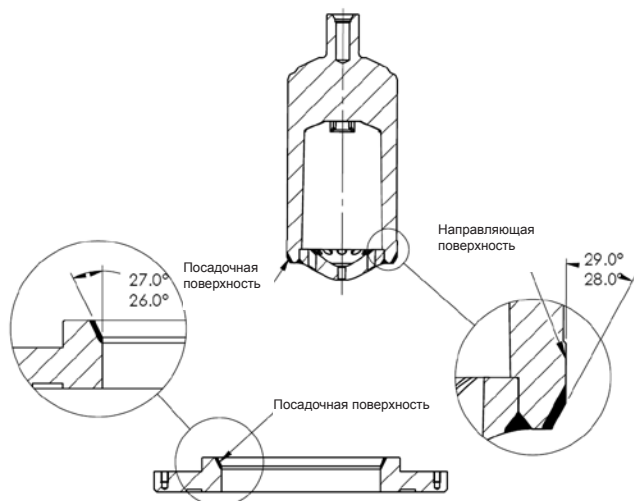

Рисунок 3
- Установите кольцо седла (5) или диффузор кольца седла (не показан) в корпус так, чтобы угол посадки был направлен вверх.
- Установите клетку (4) и (если имеется) фиксатор клетки (не показан), а также узел плунжера (позиции 6, 8 и 9) в корпус клапана (1) согласно инструкциям по сборке плунжера клапана.
- Установите на место крышку (2) и направляющую втулку (7).
- Установите соответствующий инструмент на резьбу штока клапана (8) для вращения вручную.
- После притирки отсоедините детали и почистите их, затем снова соберите, убедившись в том, что углы посадки находятся в пределах допуска. См. рисунок 3.